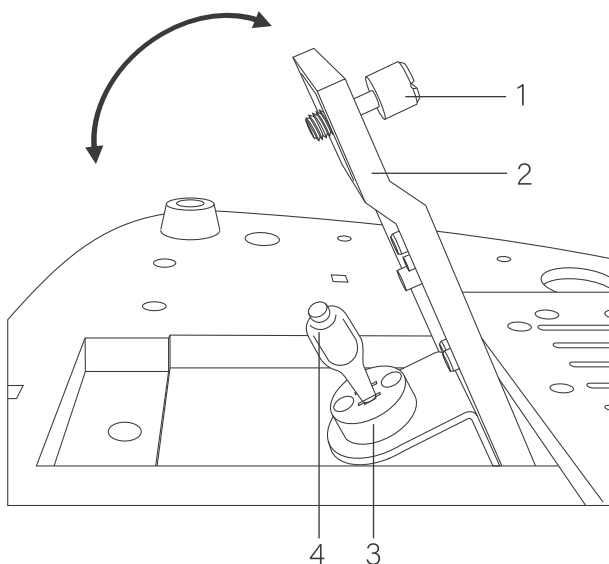

Рис. 18. Замена лампы проходящего света.
- Отверните винт с рифленой головкой 1 (рис. 18), расположенный на крышке отсека лампы 2 (рис. 18) и откиньте крышку в сторону.
- Извлеките перегоревшую лампу 4 (рис. 18) из цоколя 3 (рис. 18) блока. Для этого осторожно потяните ее вперед.